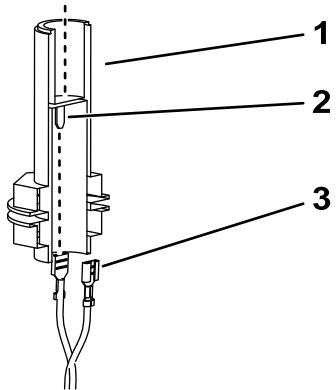

Bild 11
- Schließen Sie die freien Anschlüsse des Kabelbaums der Arbeitsscheinwerfer an die Flachstecker an der Rundumleuchtenfassung an (Bild 11).